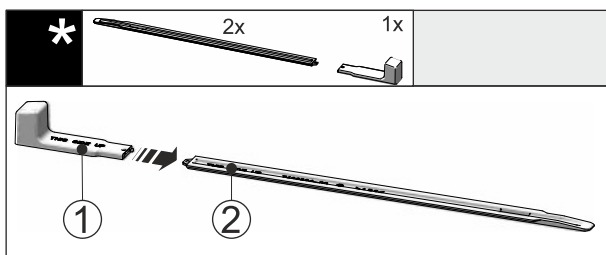

Fig. 47
- ▶ Postavite montažnu ručku Fig. 47 (1) na šinu za Fig. 47 (2) niveliranje.